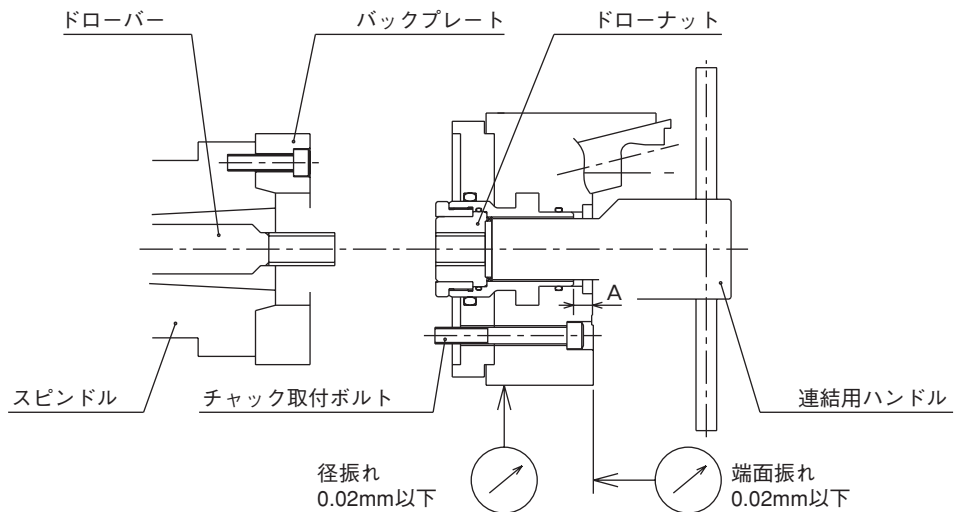

図 13
- ・ シリンダ前進端でのプランジャの適正位置は、図 13 の寸法 A が下表となる位置です。